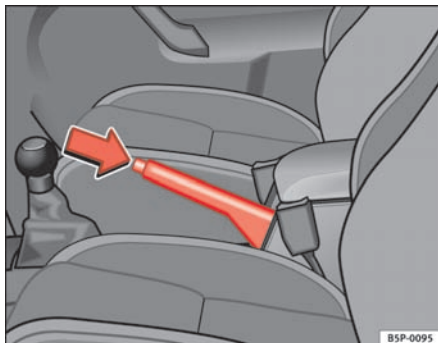

Fig. 102 Håndbremse mellem forsæderne
- Træk hårdt i håndbremsen ⇒ fig. 102.
- Træk håndbremsen lidt op, tryk låseknappen i pilens retning ⇒ fig. 102, og sænk håndbremsen helt ⇒ .